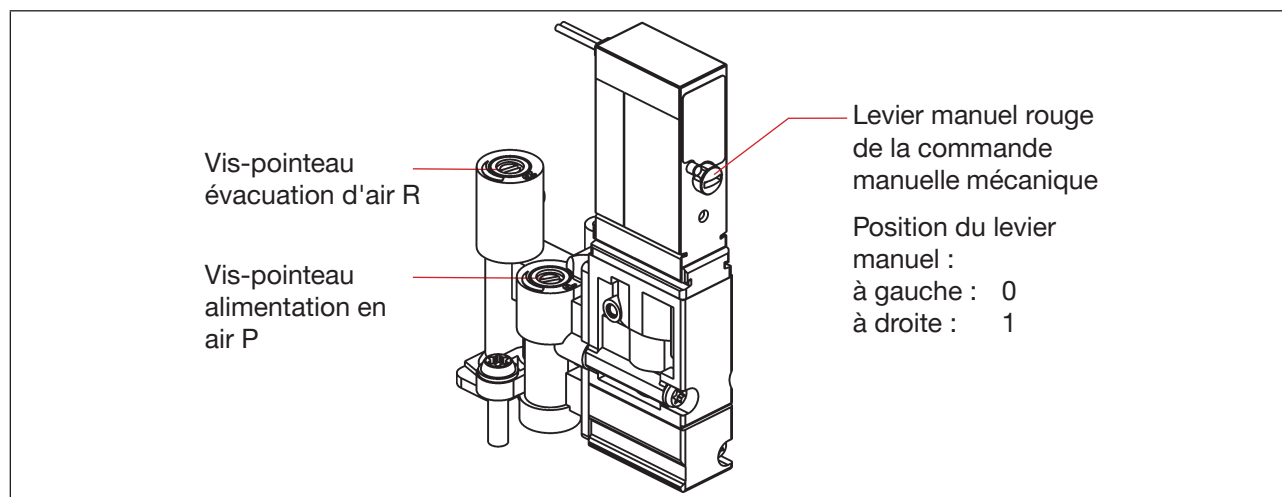

Fig. 13: Vis-pointeaux et commande manuelle mécanique des électrovannes
Les vis-pointeaux des électrovannes (voir « Fig. 13 ») servent au réglage de l'amenée et de l'évacuation d'air des raccords de travail et par conséquent au réglage de la vitesse d'ouverture et de fermeture de la vanne de process :
- En tenant compte des directives de sécurité, activer l'emplacement de vanne respectif qui doit être réglé (V1, V2 ou V3) (soit via la commande de l'installation (programme de service sur PC ou Bürkert Communicator) soit via la commande manuelle mécanique respective sur l'électrovanne – voir « Fig. 13 ».